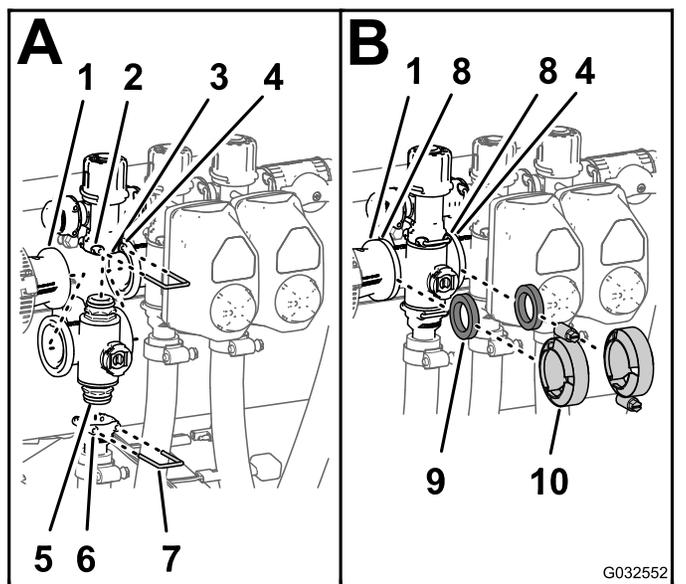

Рисунок 110
1. Вставьте верхний штуцер торцевой крышки коллекторного клапана в перепускной штуцер (вид А на Рисунок 110).
2. Прикрепите штуцер торцевой крышки к перепускному штуцеру, вставив держатель в гнездо перепускного штуцера (вид А на Рисунок 110).
3. Установите выпускной штуцер на нижний штуцер торцевой крышки коллекторного клапана (вид А на Рисунок 110).
4. Прикрепите штуцер торцевой крышки к выпускному штуцеру, вставив держатель в гнездо выпускного штуцера (вид А на Рисунок 110).
5. Установите уплотнительную прокладку между фланцами переходной муфты и коллектором клапана секции (вид В на Рисунок 110).
6. Установите переходную муфту, прокладку и коллектор клапана секции с помощью хомута, затянув его от руки (вид В на Рисунок 110).
7. При монтаже двух самых левых клапанов секций установите прокладку между фланцами двух соседних коллекторов клапанов секций (В на Рисунок 110).
8. Смонтируйте два соседних коллектора клапанов секций и прокладку с помощью хомута, затянув его вручную (вид В на Рисунок 110).